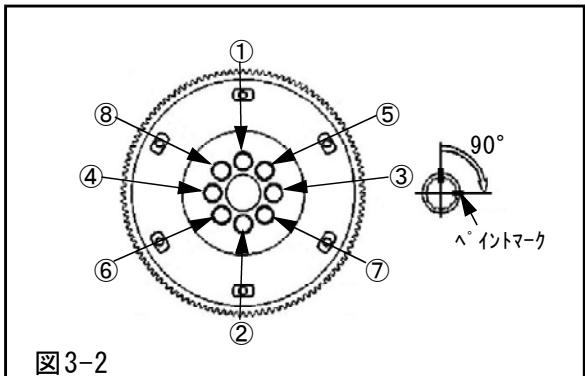

図3-2
- (2) 別途購入したトヨタ純正フライホイールボルト(8本)を用いてフライホイールをクラランクシャフトに取付け、SSTを使用してクラランクシャフトを固定し、フライホイールボルトを図中の番号順に(対角線上)規定トルクで締付けてください。(図3-2)(P7×1)
ペイントマークがすべて右側にある事を確認してください。(図3-2)